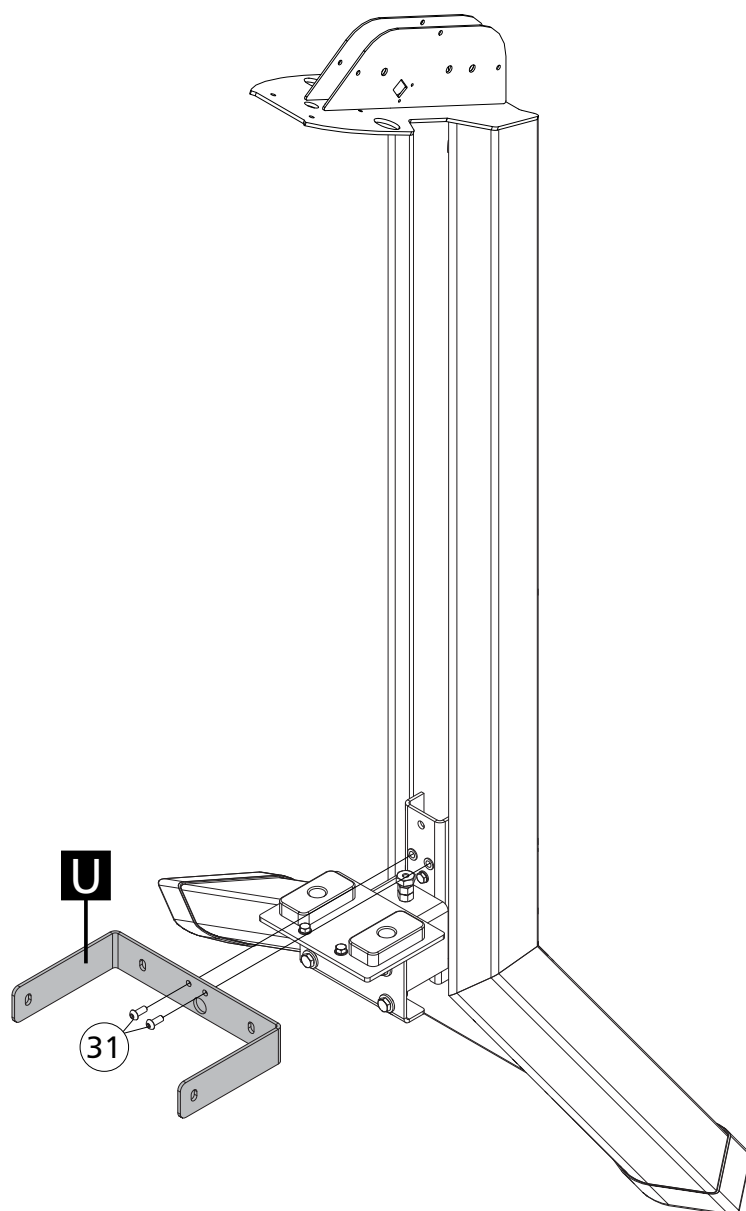

Figura 10-1
- 2 - Fixe o suporte inferior (U) usando os parafusos (31)
- 3 - Em seguida fixe um suporte superior (S) de cada vez usando os parafuso (31) (Figura 10-1 e 10-2)